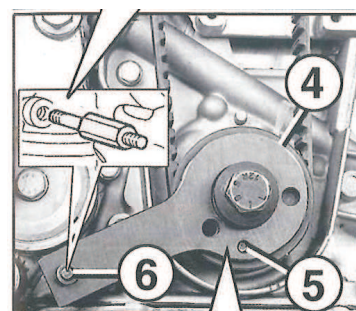

FIG. 5
- 2 Desmontar el tornillo del bloque motor y montar los útiles de calado del cigüeñal (4 y 6) asegurándose de que coincida la marca (5) [FIG. 5] y montar la correa.